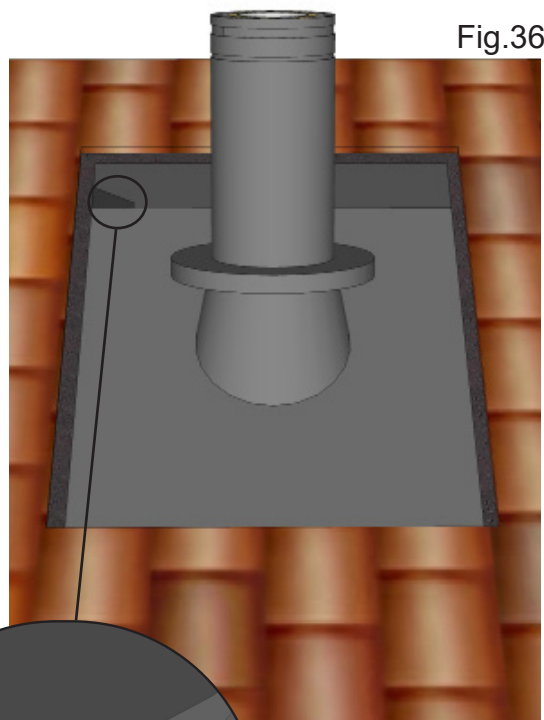

Fig.36
5. När takstosen är monterad, montera då det självhäftande tätningsbandet runt takstosens koniska överdel, in på skorstensmodulen. Regnavisaren (M21) monteras sedan och tätas omsorgsfullt med svart silikon (MSIL) mot skorstenens yttermantel (se fig.36)
6. Som avslutning monteras toppen (M10) med låsband M17. Därefter monteras regnskyddet (M11) Se Fig 36.